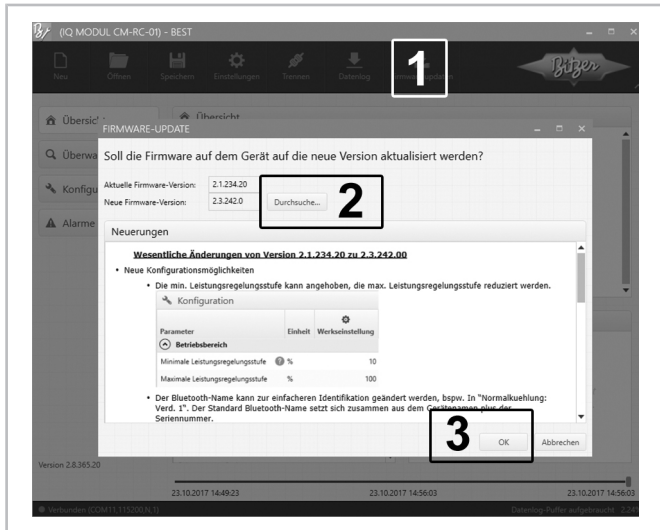

Abb. 13: Update der Firmware durchführen
- FIRMWARE UPDATE auswählen (1) und DURCHSUCHE... (2) anklicken (siehe Abbildung 13, Seite 56).
- Firmware-Update starten und warten bis das erfolgreiche Update bestätigt wird. Mit OK bestätigen (3).